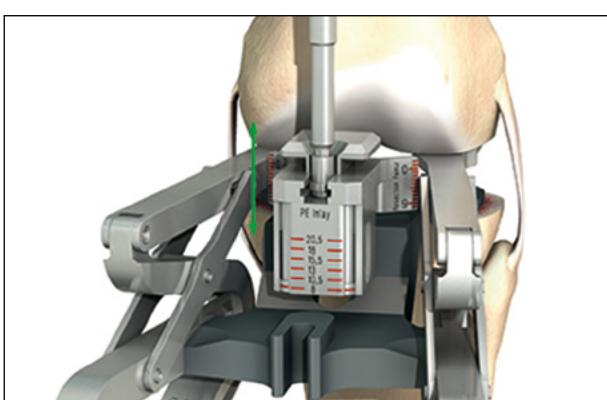

Рис. 19 Подгонка вкладыша
- Если уровень резекции, отображаемый на шкале, составляет < 0 мм, то отрегулируйте толщину вкладыша при помощи прилагаемого винта (рис. 19).